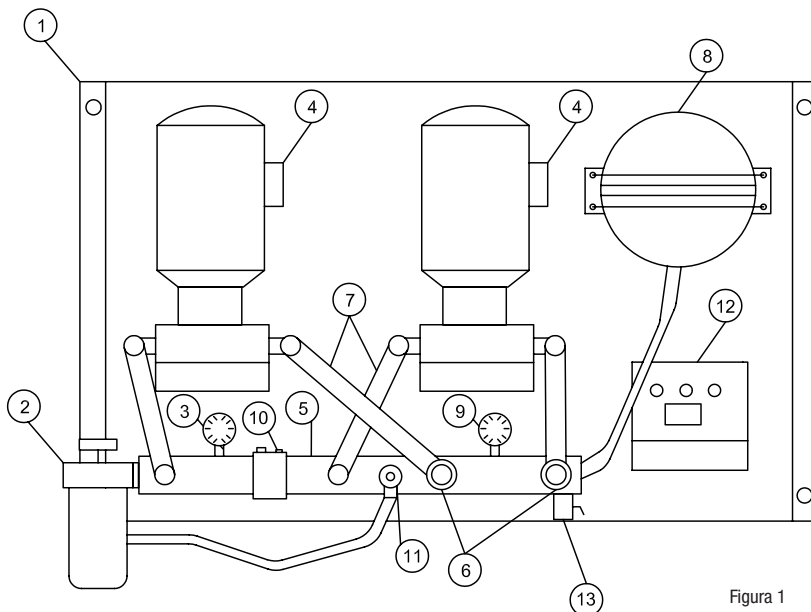

Figura 1
1. Interconectar el tramo de aspiración entre el grupo, (ver figura 1 punto 2) y el depósito utilizando tubería de cobre (recomendación), y el uso de racores de compresión con el fin de garantizar una buena estanqueidad.
1. Interconectar el tramo de impulsión entre el grupo de presión, ver figura 1 punto 13 y el punto de consumo utilizando tubería de cobre, e intercalar los elementos necesarios para alimentar quemadores 1 o 2 etapas ver pág. 5, grupos electrógenos (depósitos) ver pág. 5 o quemadores modulantes, ver pág. 6.